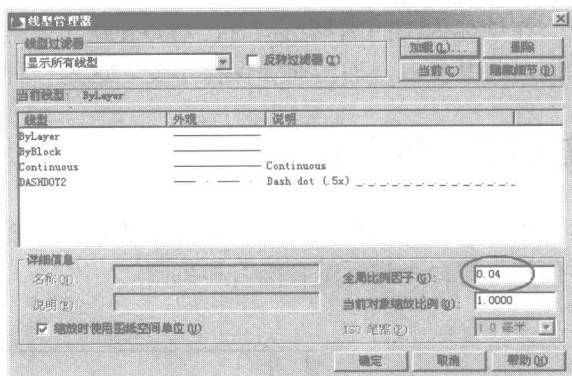

图 1-32 设置线型比例
- 10 在“加载或重载线型”对话框中单击 按钮，返回“线型管理器”对话框，设置线型比例如图 1-32 所示。